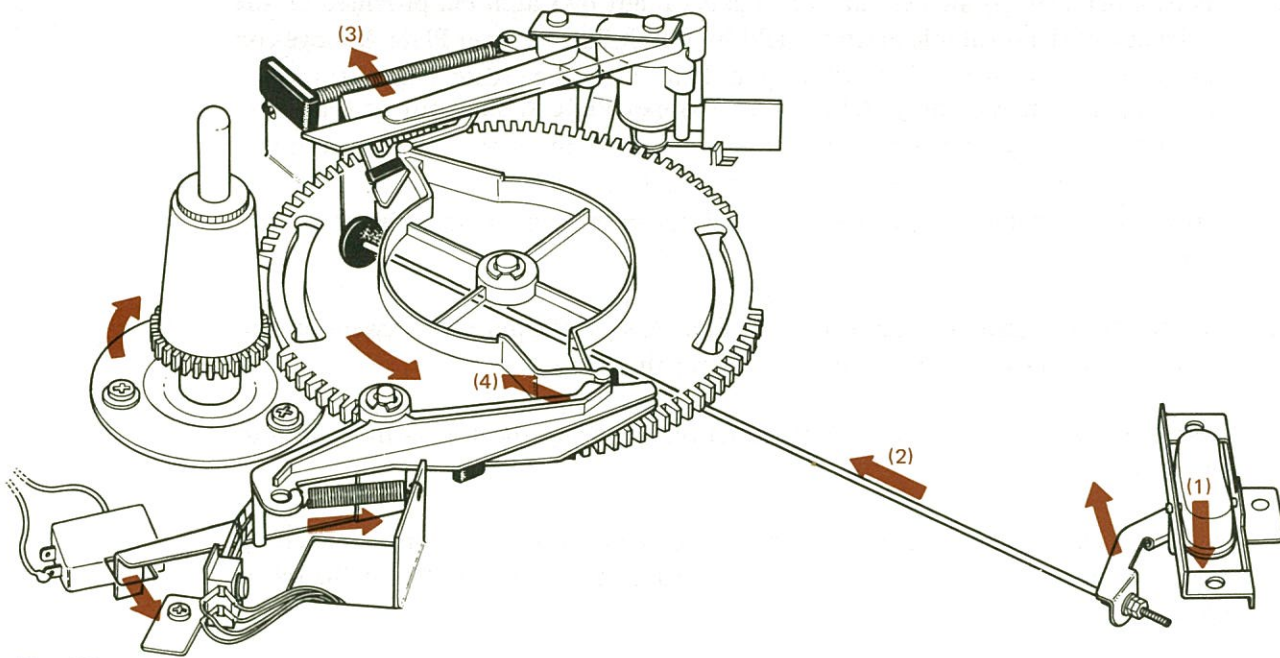

Fig. 13
**4-3. AUTO-CUT (Automatic Play-cut) (Refer to Fig. 13)**